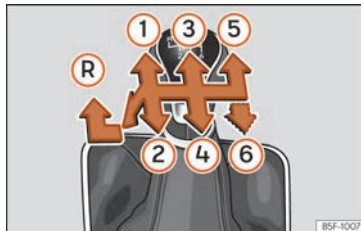

Fig. 150 Schéma d'une boîte mécanique 5 vitesses ou 6 vitesses.
Les positions des vitesses sont représentées sur le levier de vitesses **» fig. 150**.
- Au point mort, appuyez sur le levier de vitesses, déplacez-le complètement vers la gauche puis vers l'avant pour passer la marche arrière **» fig. 150 (R)**.